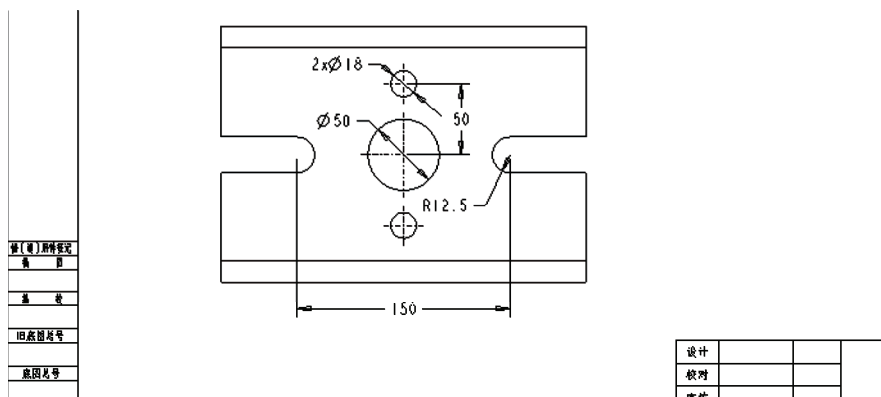

图 11-122 为尺寸添加前缀
3) 在“尺寸属性”对话框中单击“确定”按钮。为该选定的尺寸添加前缀的标注效果如图 11-122 所示。